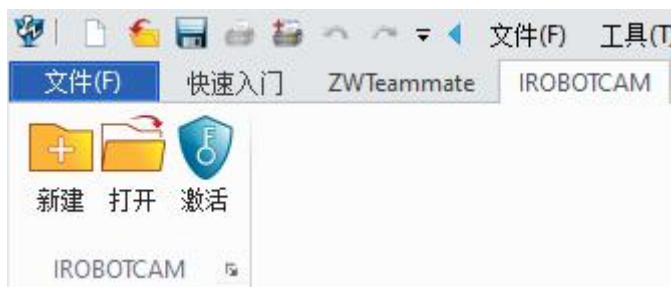

图 5-2：IROBOTCAM 环境入口
- 打开名为“案例一：定义基本机电对象.Z3”的 iRobotCAM 项目文件以进入 IROBOTCAM 环境。（图 5-2）